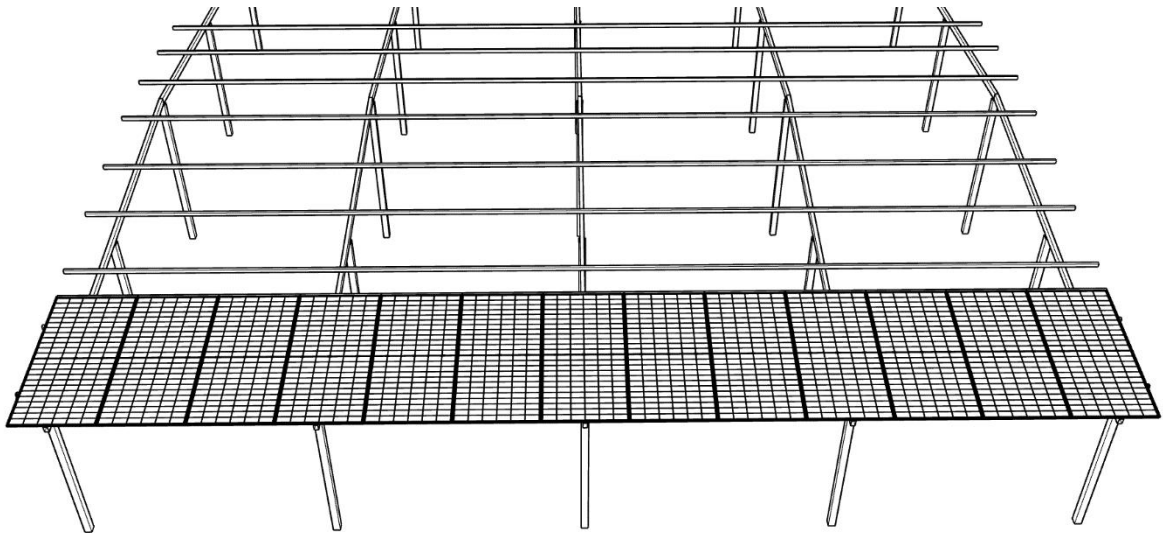

Figura 21
- 11 Seguindo o método de instalação do segundo produto, instale os produtos restantes da direita para a esquerda, até que a primeira linha de produtos seja instalada. (Figura 21)